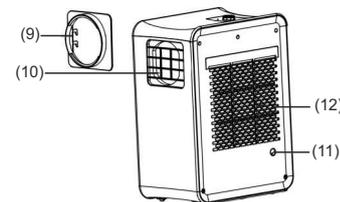

Рис. 4
2. FULL. Индикатор заполненности бака конденсатом. Если загорается данный индикатор, значит емкость для сбора конденсата полна. Необходимо выключить прибор и слить конденсат, открыв заглушку на трубке 11 (рис. 4), после чего его опять можно включить.